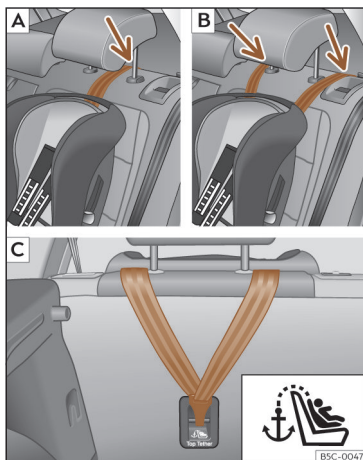
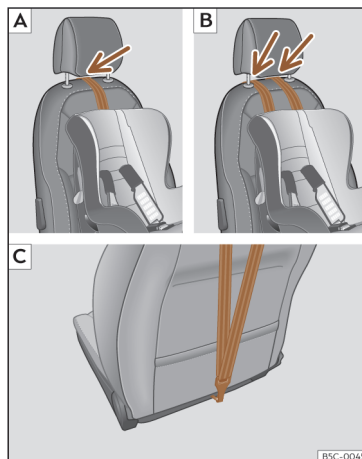

Fig. 60 Bancos traseiros: ajuste e montagem em função do cinto Top Tether.
Fig. 61 Banco do passageiro: ajuste e montagem em função do cinto Top Tether.
- Coloque a correia por baixo do encosto de cabeça (em função das instruções da própria cadeira, levante ou retire o encosto de cabeça se for necessário) >>> **Fig. 60** [A]/[B], >>> **Fig. 61** [A]/[B].
- Deslize a correia e fixe-a corretamente na fixação da parte posterior do encosto >>> **Fig. 60** [C], >>> **Fig. 61** [C].